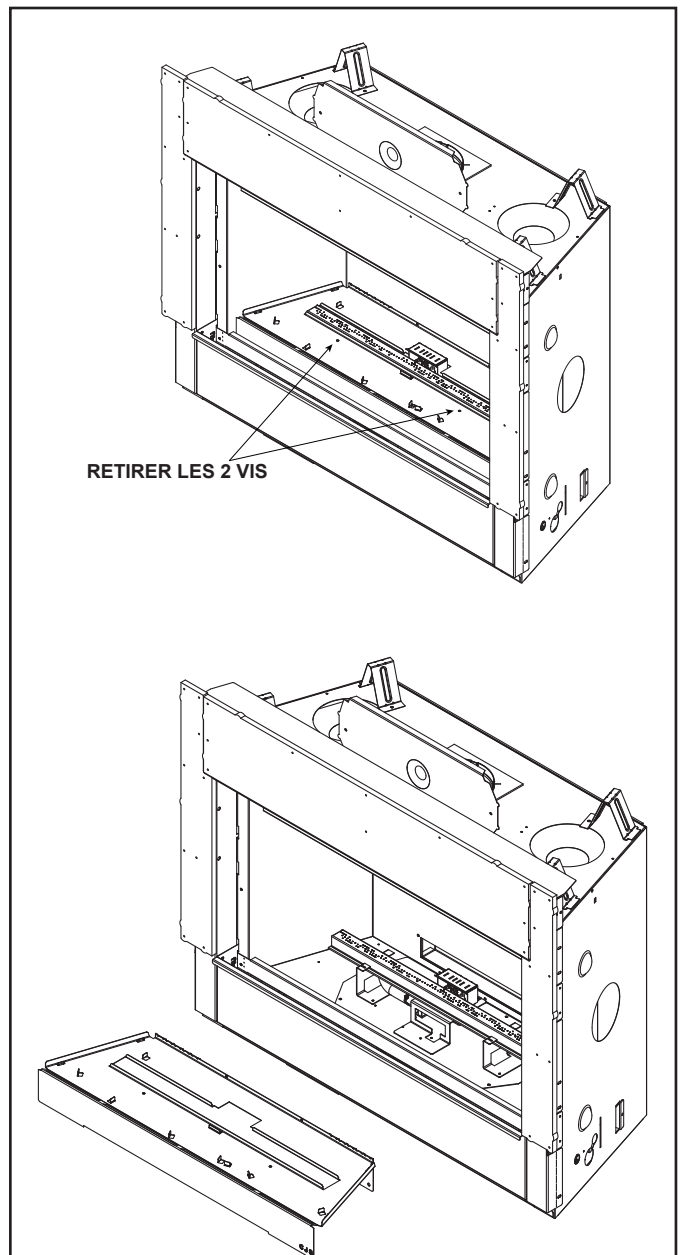

Figure 9.1 Retrait du bac de la base - Vue de COSMO42-IFT-B
1. Localisez et enlevez les deux vis maintenant le bac de la base à l'appareil. Voir la figure 9.1. Retirez le bac de la base. Conservez les vis.